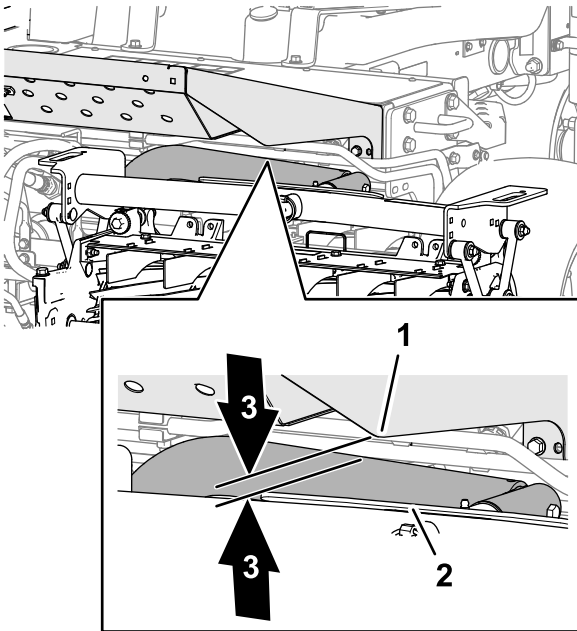

Bild 26
3. Messen Sie an den vorderen Mähwerken den Abstand zwischen dem linken Hubarm und der Bodenplattenhalterung sowie dem rechten Hubarm und der Bodenplattenhalterung (Bild 26).